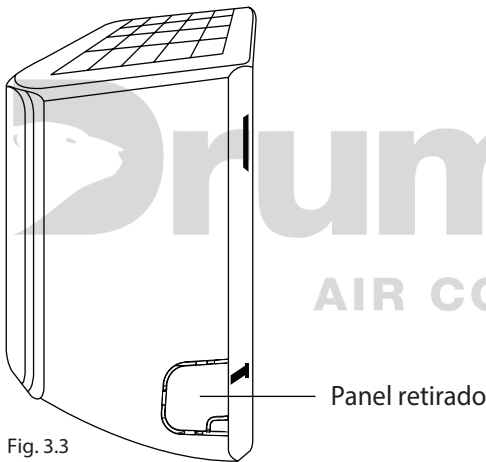

Fig. 3.3
2. Si el orificio en la pared está detrás de la unidad, mantenga el panel retirado en su lugar. Si el orificio en la pared está a un lado de la unidad interior, quite el panel retirado de plástico de ese lado de la unidad. (Consulte la Fig. 3.3). Esto creará una ranura a través de la cual la tubería puede salir de la unidad. Utilice una tenaza de punta fina si es muy difícil quitar el panel de plástico con la mano.